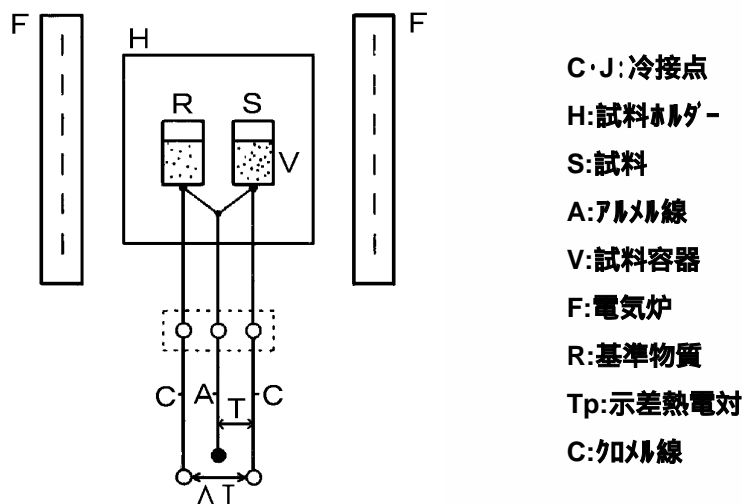

図1 示差熱分析の原理図
- ◆ 図1のように、炉内に試料と基準試料(基準物質)とを対称的に配置して、一定速度で昇温(または冷却)しながら、試料と基準試料の温度差を測定して、時間に対してプロットすると、図2(b)に示すような曲線が得られます。